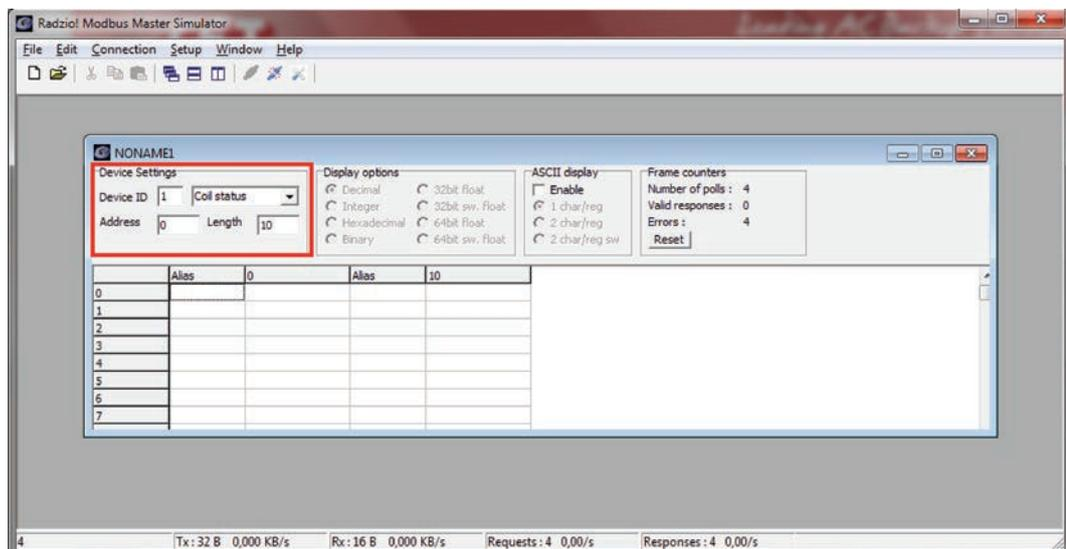

Fig 10: Configuración predeterminada de Radzio para modificar
11. Modifique la **Configuración del dispositivo** en la Nueva hoja Modbus. (Fig 10)